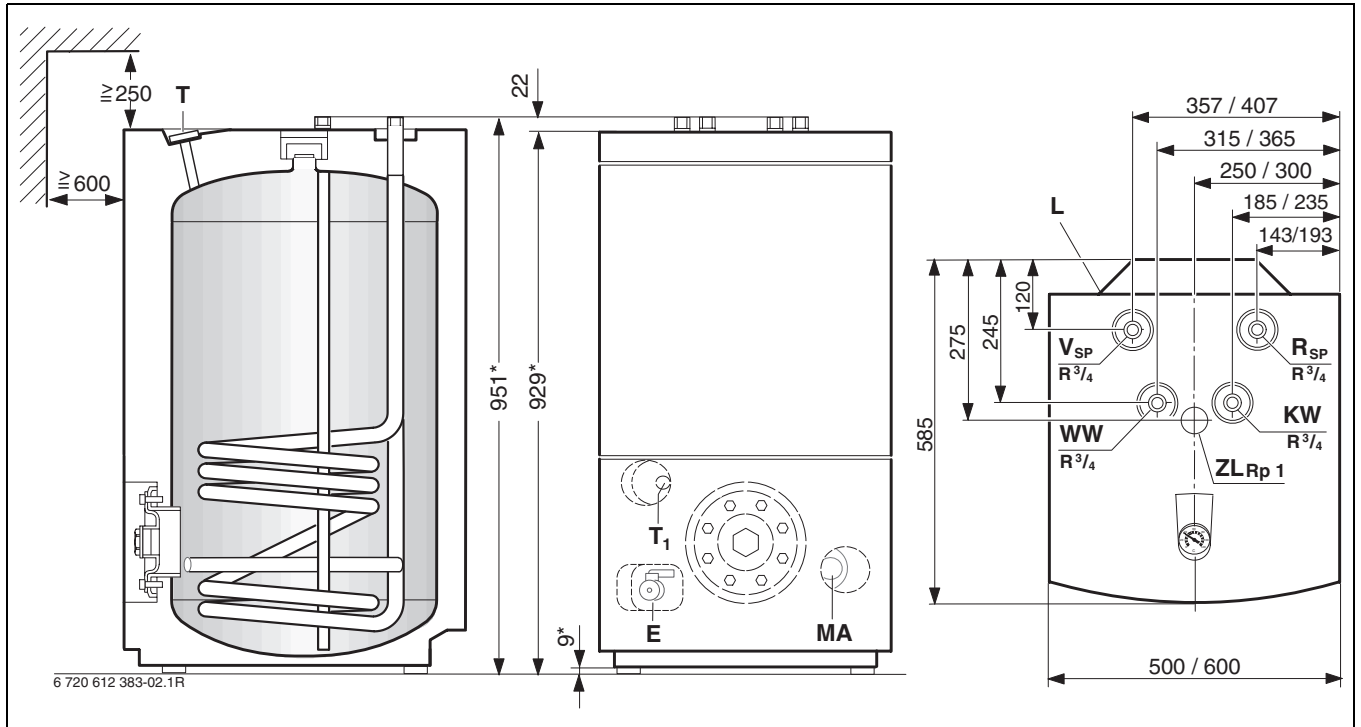

Fig. 1 Les dimensions indiquées après le trait oblique concernent la taille de préparateur suivante.
- Positionner le préparateur verticalement à l'aide des pieds réglables (→ figure 1 page 5).